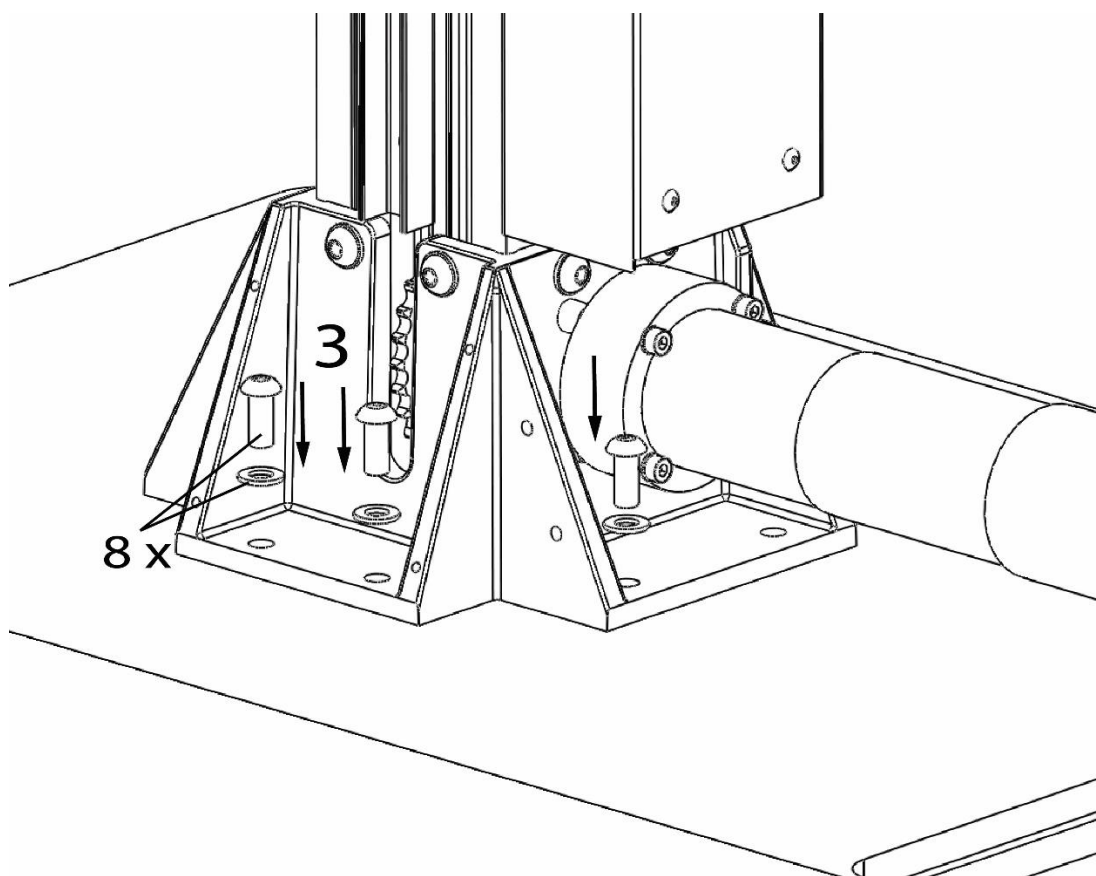

Figura 4: Installazione delle viti di montaggio
8. Trova le viti M8 incluse (8 pezzi) e le rondelle (borsa **hardware 2**). Metti le rondelle sulle viti, poi inserisci le viti nei fori del supporto inferiore e filettale nella piastra di base / **pavimento (figura 4)**. Usando una chiave T40, **stringi le viti a 20 Nm**.